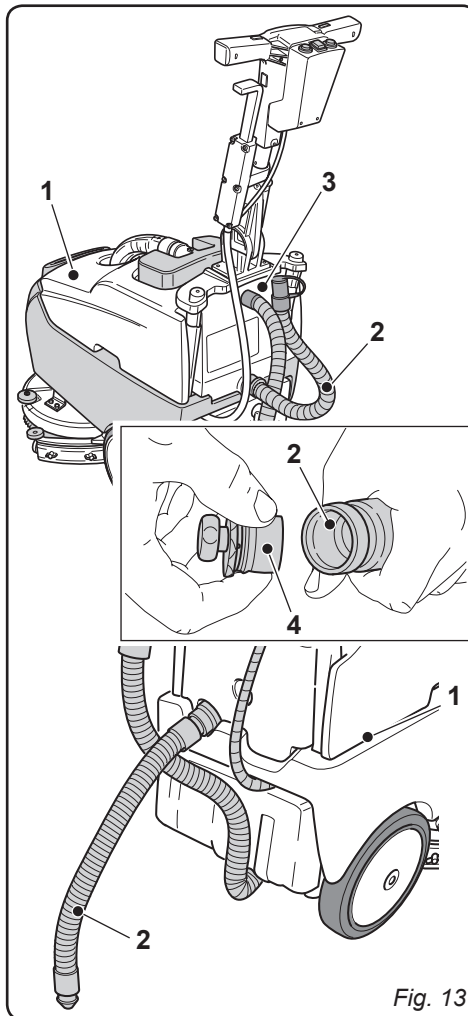

Fig. 13
10.1 VIDANGE EAU DE RÉCUPÉRATION (Fig. 13)